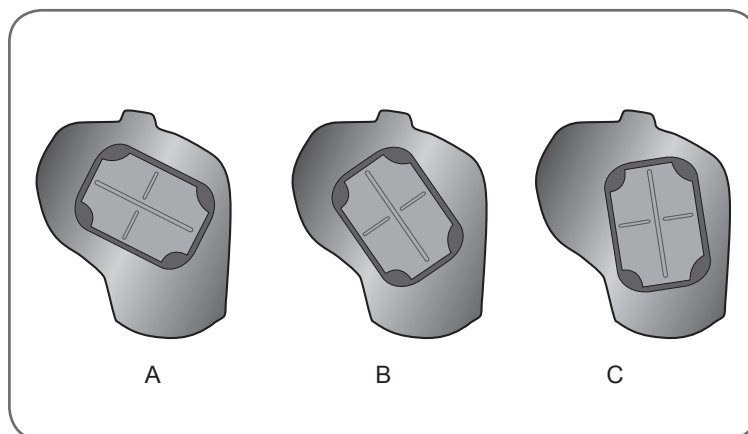

Ilustración 6-18: Paneles de ajuste para el flexor.
1. Seleccione un panel de ajuste para el flexor que facilite el movimiento deseado de la mano. Consulte la Ilustración 6-18.